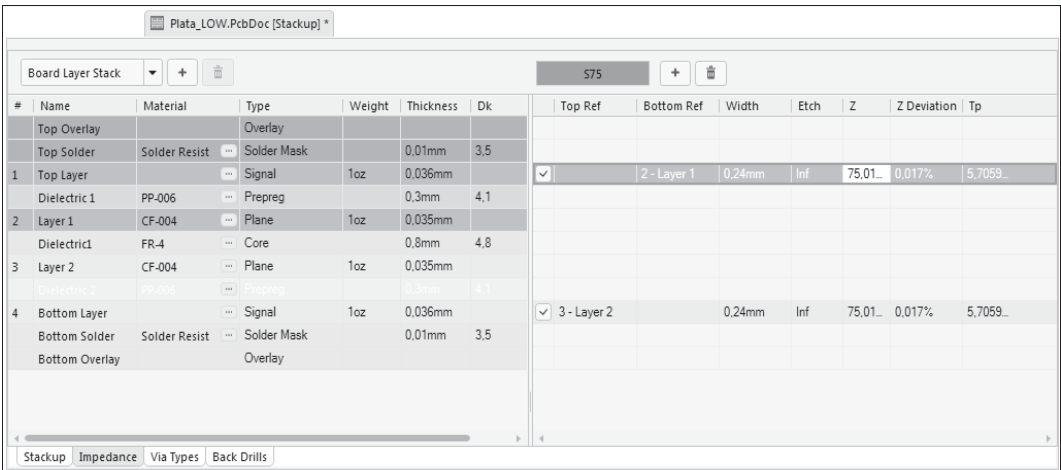

Рис. 3.19. Менеджер структуры слоев в режиме формирования профиля импеданса
- **Impedance** — расчет импеданса микрополосковых линий связи и дифференциальных пар (рис. 3.19).